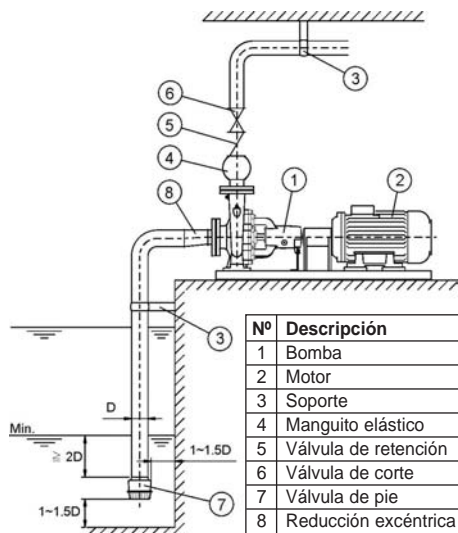

Fig. 1
**(5)** Instalaciones en aspiración (ver Fig. 1):